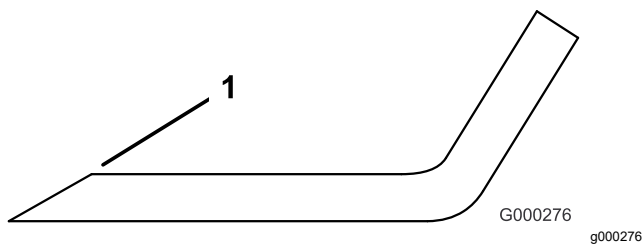

Figura 128
3. Inspecione as extremidades de corte de todas as lâminas e afie-as se apresentarem sinais de desgaste ou ranhuras (Figura 128).
Nota: Afie apenas a zona superior da parte cortante e mantenha o ângulo de corte original para garantir um desempenho eficaz da lâmina (Figura 128). A lâmina manterá o equilíbrio se for retirada a mesma quantidade de metal de ambas as extremidades de corte.